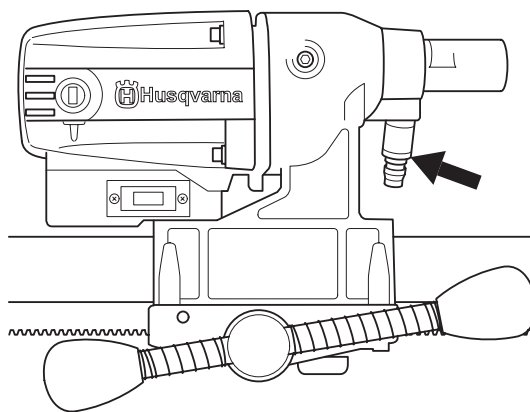

Fig. 8
- Il raffreddamento ad acqua sia collegato alla macchina (fig. 8).
- Die Wasserkühlung muss an das Gerät angeschlossen sein (Abb. 8).
- Le refroidissement par eau est activé sur la machine (Fig. 8).
- De waterkoeling op de machine is aangesloten (Fig. 8).